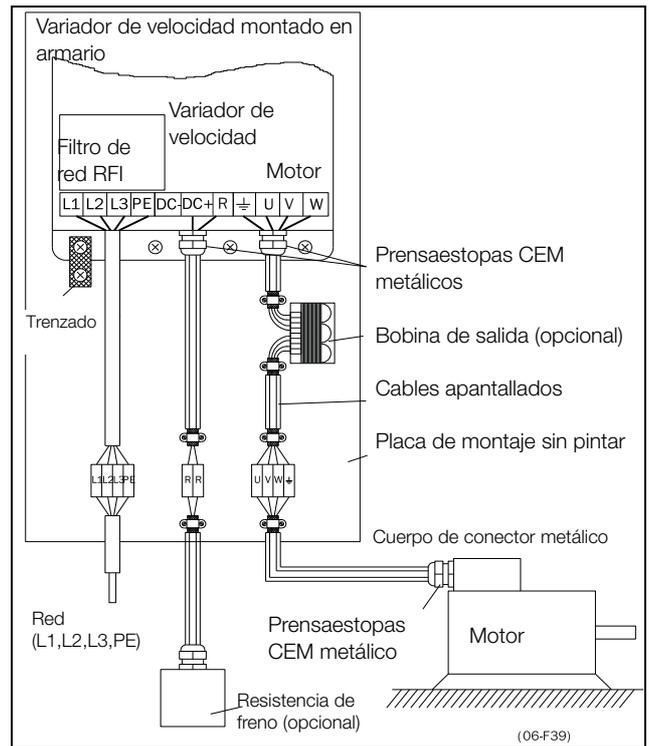

Fig. 48 Variador de velocidad en armario sobre placa de montaje.
- La conexión a tierra con cable trenzado –consulte la fig. 48– solamente es necesaria si la placa de montaje está pintada. Todos los variadores de velocidad tienen una placa de fondo sin pintar, por lo que se pueden montar en una placa de montaje sin pintar.
- La conexión a tierra con cable trenzado –vea la fig. 48– solamente es necesaria si la placa de montaje está pintada. Todos los variadores de velocidad tienen una placa de fondo sin pintar, por lo que se pueden montar en una placa de montaje sin pintar.
Si es preciso interrumpir los cables de motor con conmutadores de mantenimiento, bobinas de salida, etc., hay que garantizar la continuidad del apantallamiento utilizando cuerpos metálicos, placas de montaje metálicas, etc., como se muestra en la fig. 48.
- Si el variador de velocidad se monta en un armario estándar, el cableado interno debe cumplir la normativa CEM. La Fig.48 muestra un ejemplo de variador de velocidad montado en un armario.